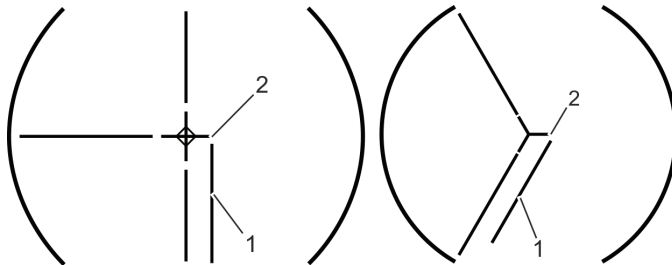

Рис. 45 Проезд для транспорта (четыре и три створки)
6. Повернуть ручку на крестовине (рис. 45/1) обратно для того, чтобы зафиксировать створку (рис. 45/2).
- » После этого будет создан проезд для транспорта (рис. 45).